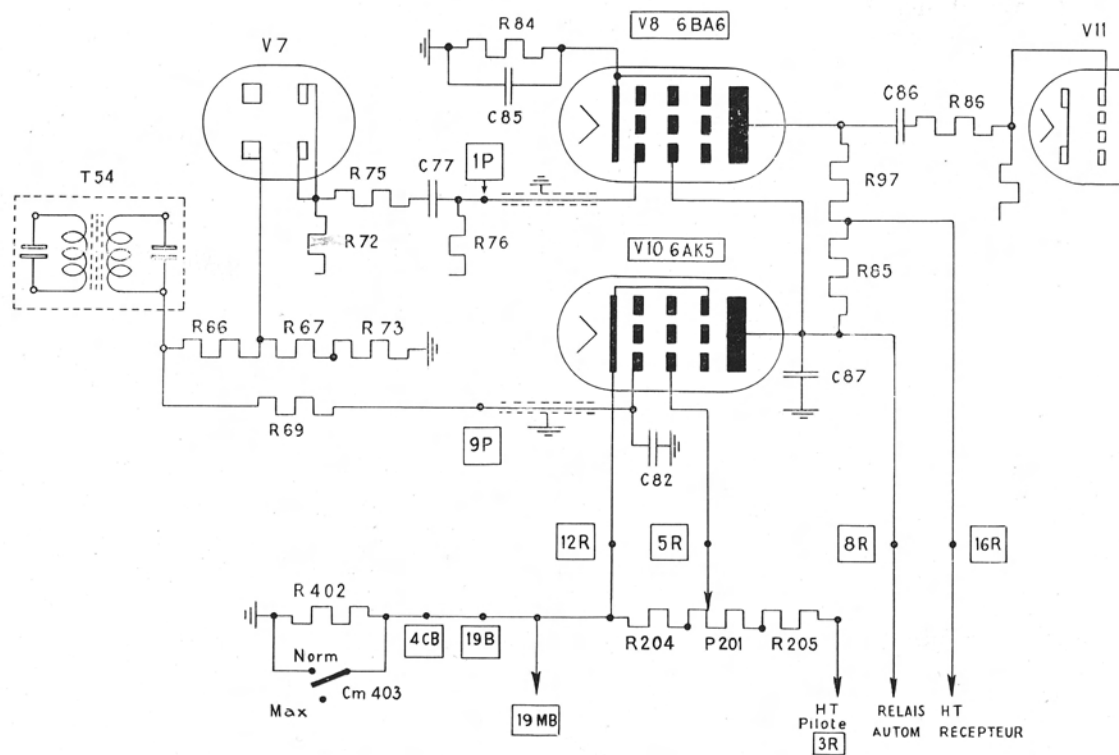

Fig. 10. — *Préamplificateur BF et silencieux.*
c) **Préamplificateur BF de réception et silencieux** (fig. 10).
f) **Commande du silencieux** (fig. 10).